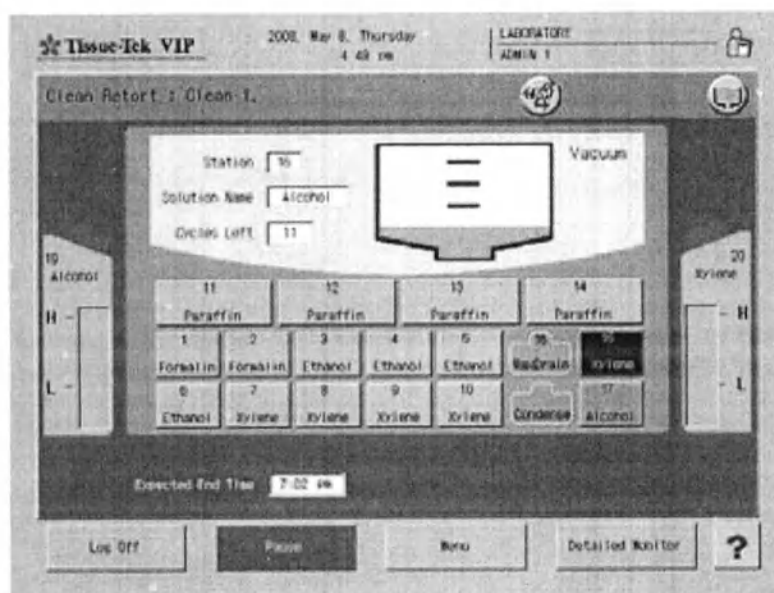

Рис. 120 Окно «Очистка реторты»
3. Если Вы решили начать очистку и нажали **«Yes»** (Да), то появится обзорный монитор **«Clean Retort»** (Очистка реторты) (Рис. 120).